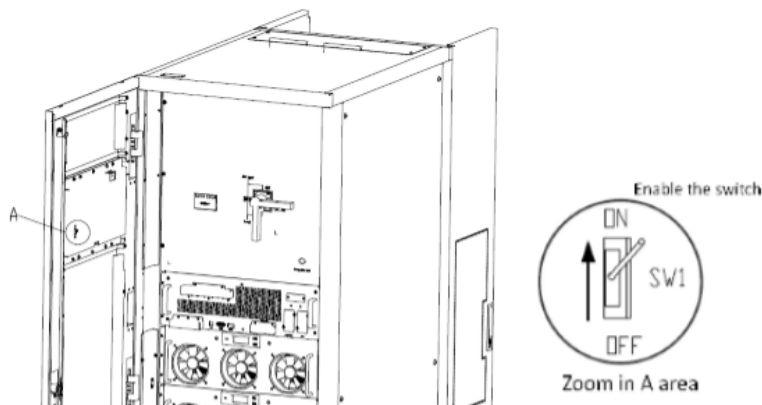

Figura 4-2 Activando la tecla BYP
2) Presione y mantenga presionada la tecla “BYP” en el panel de control del operador durante más de 2 segundos y el sistema debería transferirse al modo de derivación. Esto debe habilitar el interruptor detrás de la puerta principal. La clave se muestra a continuación en la Figura 4-2.